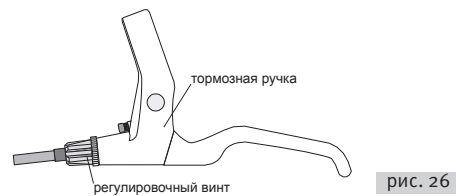

рис. 26
- 3.9.4. Отрегулируйте и зафиксируйте тормозной трос таким образом, чтобы при нажатии на тормозную ручку она не доставала до руля 2-3 см. (5-8 Н/м) (рис. 26), при необходимости используйте регулировочный винт на тормозной ручке.